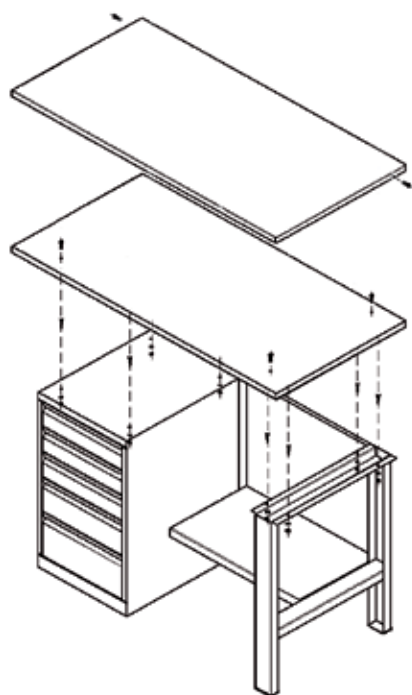

Рис. 6
3. Устанавливаем столешницу 1 (винт 9, гайка 12, шайба 14) (Рис.6).Для этого необходимо: